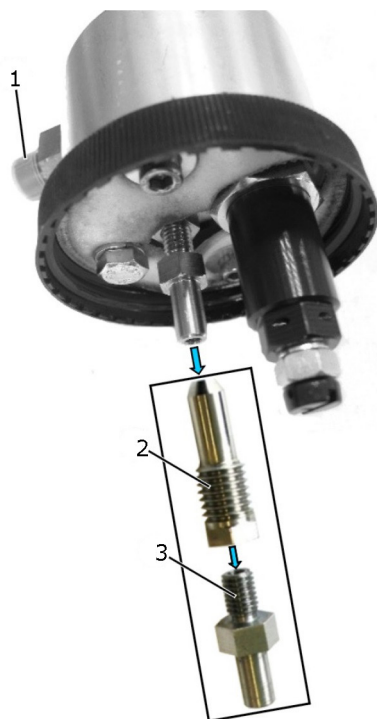

Abb. 17: Manometermodulet åbnet
! Harpiksdannelse fra brændstofrester kan klæbe den lille boring af droslebøsningen (fig. 17, pos. 2) og samtidigt medfører ukorrekte måleresultater.
2. Fjern udløbsstuds (fig. 17, pos. 3).
3. Fjern droslebøsningen ((fig. 17, pos. 2).
5. Rengør droslebøsningen med trykluft via tilslutningsstuds (fig. 17, pos. 1).
6. Skru droslebøsningen (fig. 17, pos. 2) med et tilspændingsmoment på 20 Nm.
7. Skru udløbsstuds (fig. 17, pos. 3) ind i droslebøsningen.